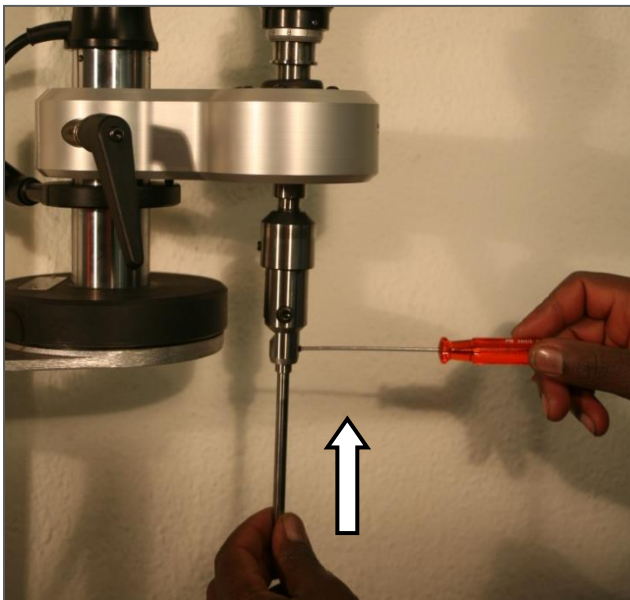

Fig. 9
5. Führen Sie den korrekten Führungsdorn in den Drehkopf ein und ziehen Sie die Spannschraube mit einem Inbusschlüssel an. Drehen Sie die Vorschubmutter in die obere Position. Fig. 9